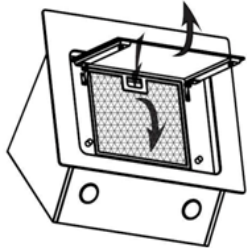

Afb. 11A
- Druk stevig met de hand op de ring van de lichtunit; draai de unit linksom om hem los te schroeven; verwijder de unit uit de afzuigkap. Zie afb. 11a.